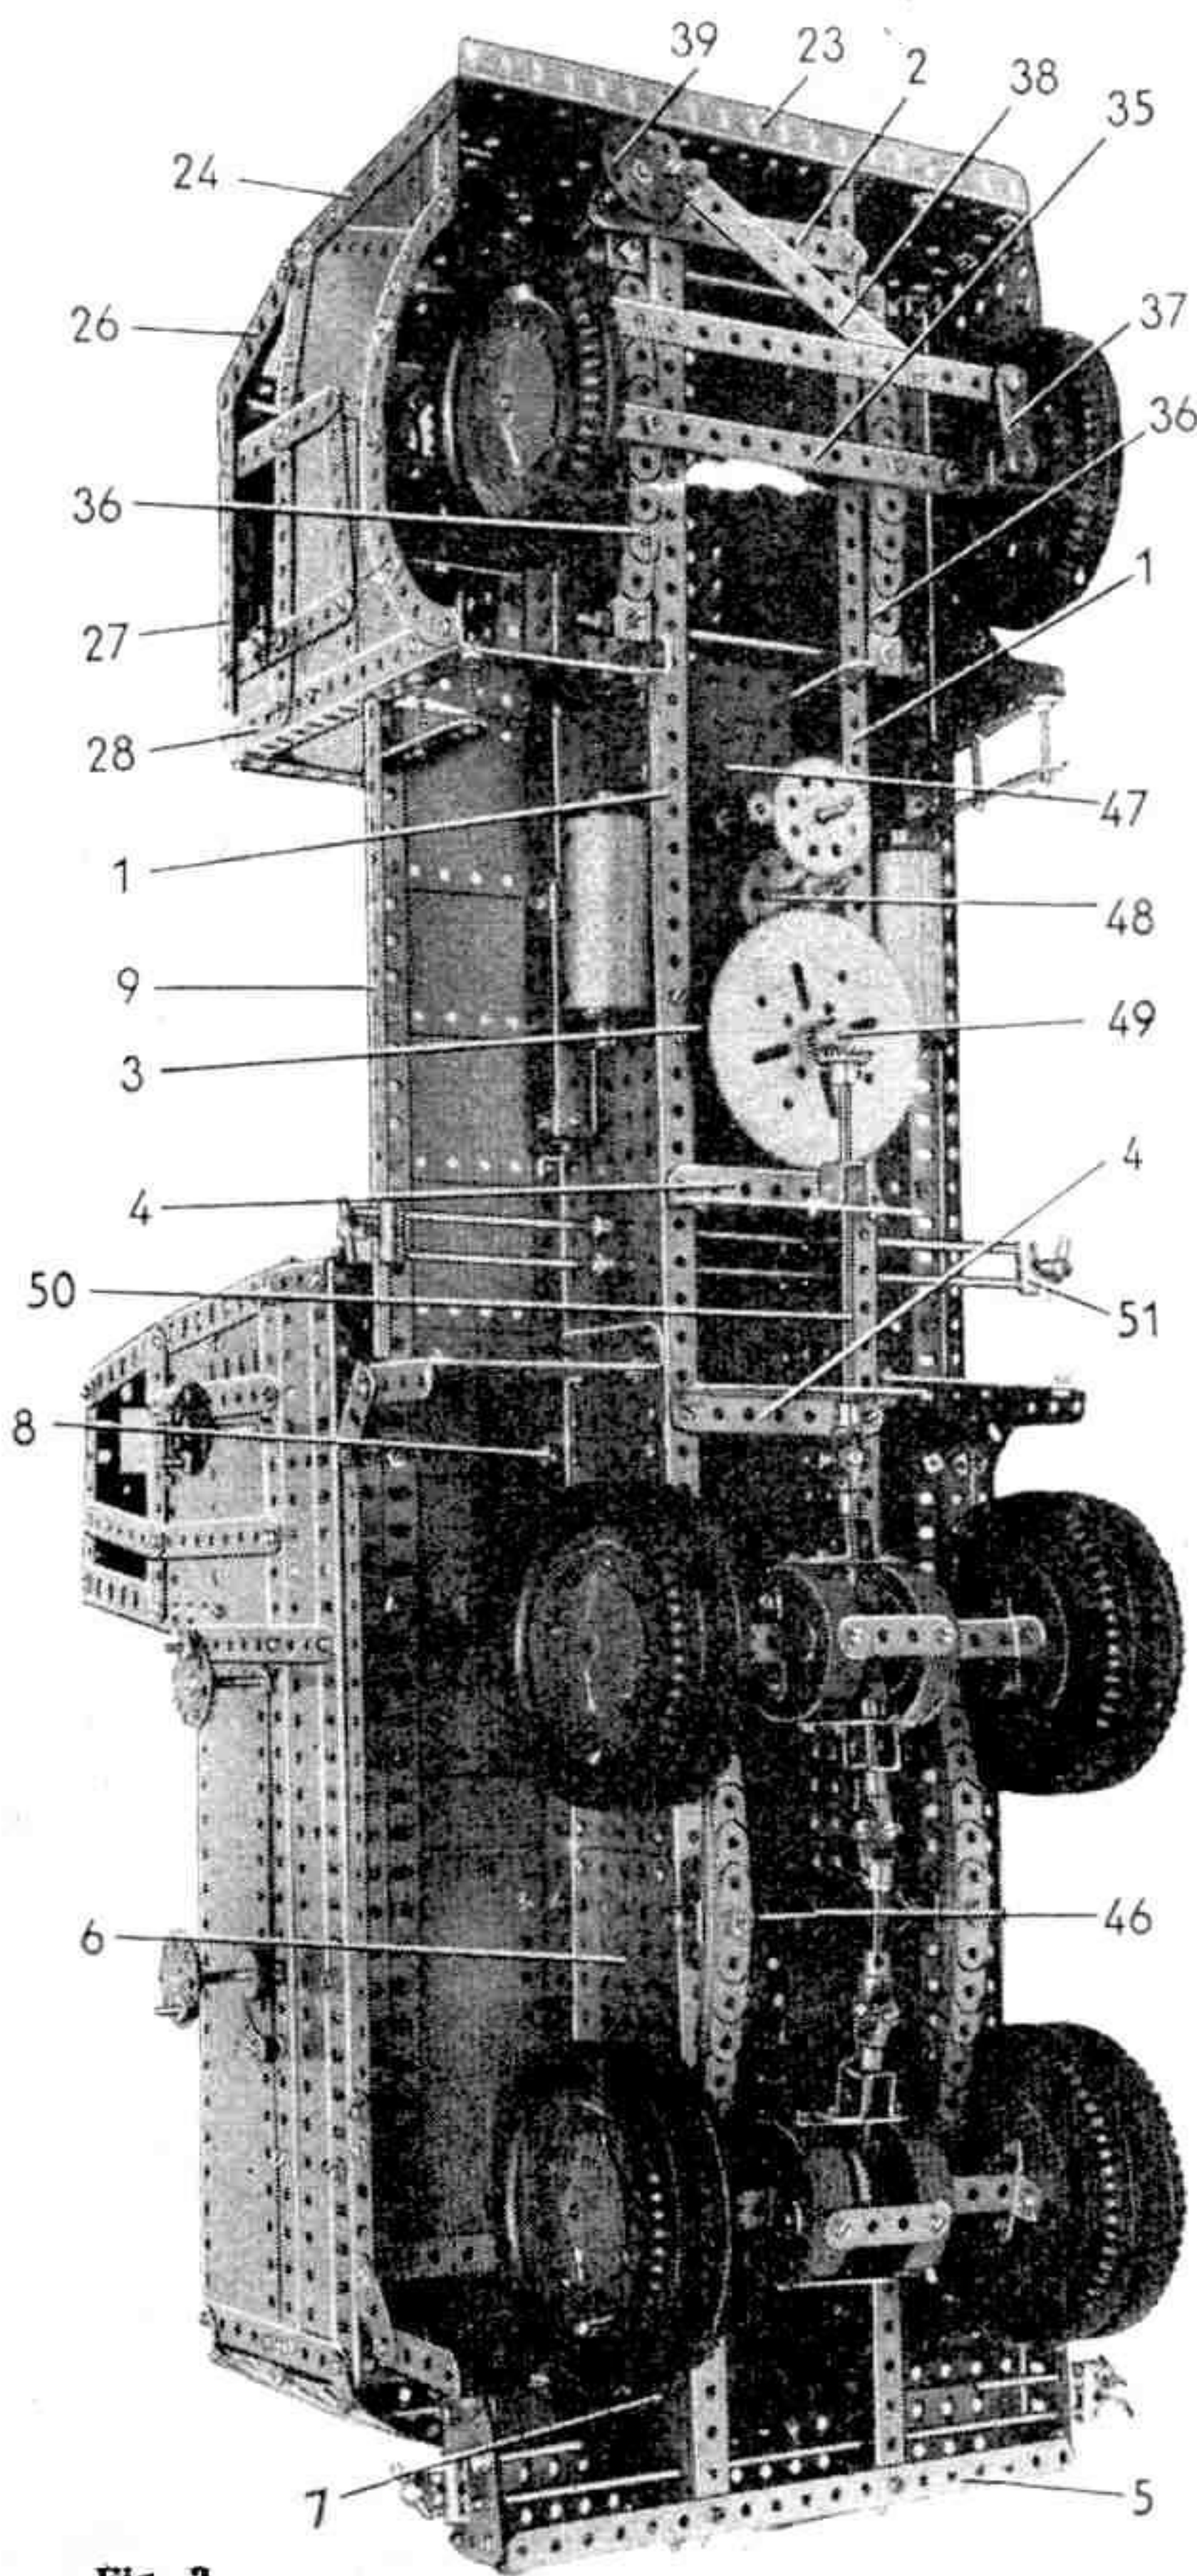

Fig. 2
Fig. 2 drons toujours un aimant, mais dont les pôles seront inversés. Nous avons réalisé ce qu'on appelle un électro-aimant.
On peut déterminer facilement le sens des lignes de force (ou sens de polarité, nord et sud) de l'électro-aimant de la façon suivante (fig. 2) : un observateur placé devant le pôle nord d'un aimant voit le courant circuler en sens inverse des aiguilles d'une montre.
##### CHASSIS (Fig. 2)
#### CABINE (Fig. 2, 3 et 4)
Le toit de la cabine est bordé de chaque côté par une cornière de 11 trous (27); les deux cornières (27) sont réunies à leur extrémité arrière par une cornière de 6 trous (fig. 2). L'angle arrière droit de la cabine est une cornière de 15 trous (28) boulon-
#### TRAIN AVANT — DIRECTION (Fig. 2)